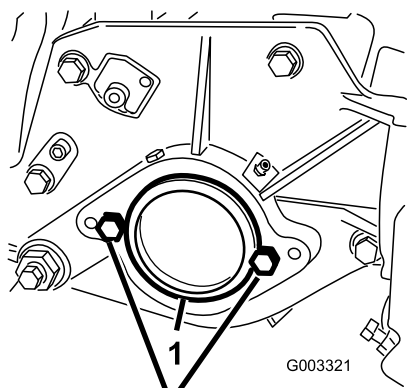

图7
2. 在滚刀组右侧，从轴承座中取下塑料盖（图7）。
3. 从右侧板卸下 2 个平头螺丝（图7）。
2. 平头螺丝 (2)
5. 将 2 个滚刀马达安装平头螺丝宽松地安装至滚刀组左侧板（图7）。